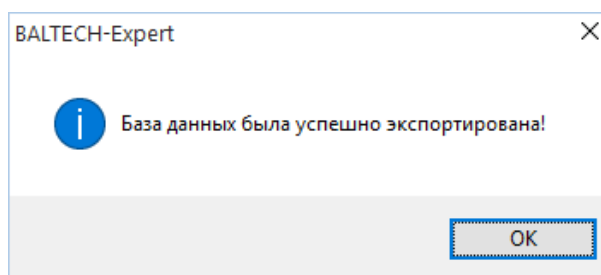

Рисунок 11. Окно завершения сохранения базы данных
3. Выберите место хранения новой базы данных (копии при экспорте) на компьютере и в строке «Имя файла» введите название новой базы данных, нажмите кнопку «Сохранить». Об успешном сохранении базы данных программа оповестит всплывающим окном (см. Рисунок 11).